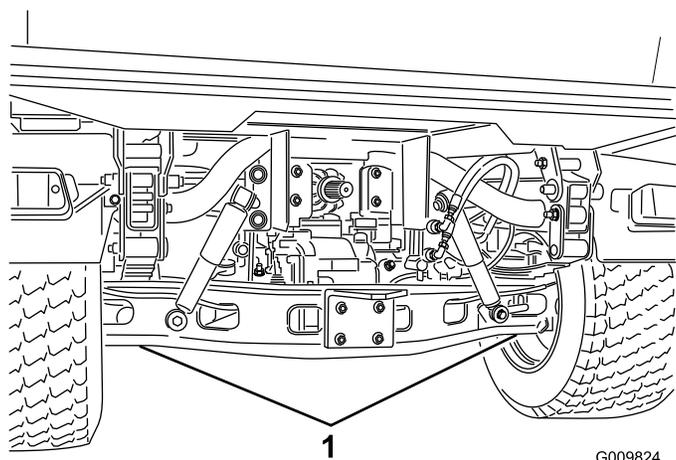

Рисунок 37
- Точка подъема на домкрате передней стороны автомобиля находится под передней средней рамной опорой (Рисунок 36), а сзади - под осью (Рисунок 37).